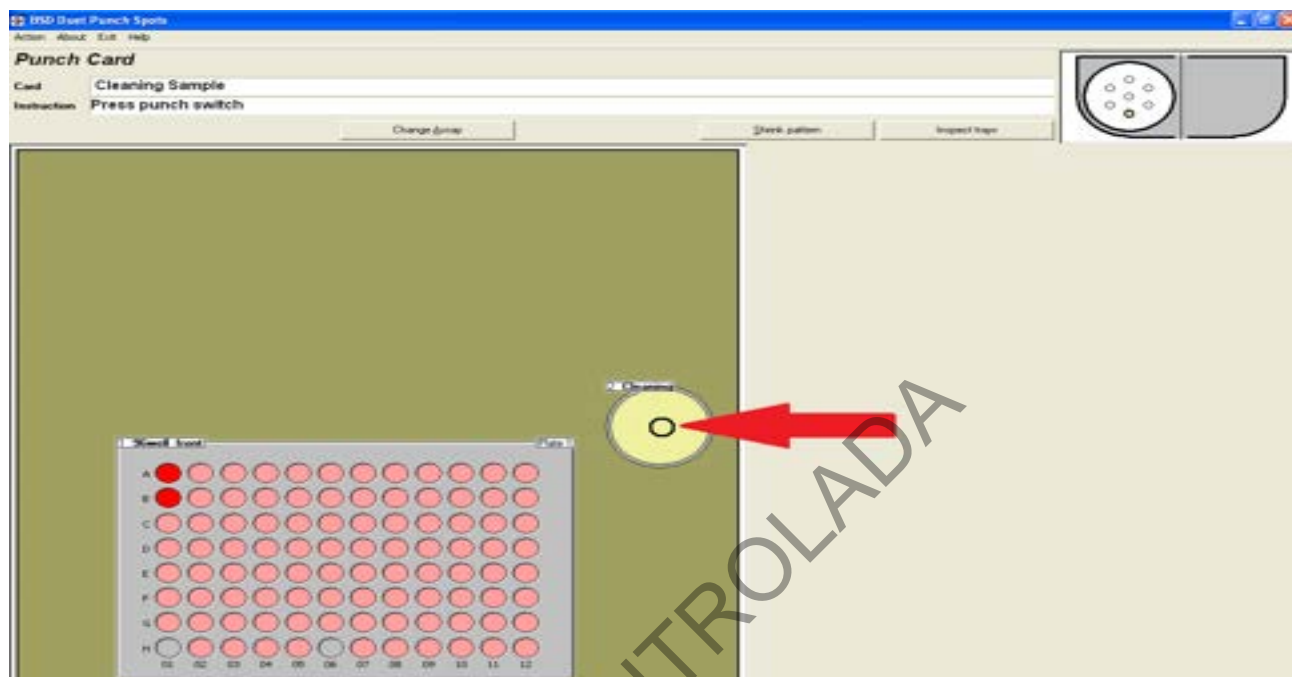

Figura 22. Pantalla de perforación de tarjeta para limpieza
7.3.6 Después del recorte de la muestra, el equipo moverá la plataforma interna hasta el reservorio para descarte de limpieza. En la pantalla se colocará un círculo negro alrededor del círculo amarillo que representa este reservorio (ver figura 22). En este momento se debe recortar una zona en blanco de la tarjeta de papel de filtro tipo FTA o similar para limpiar el perforador (ver figura 21). El papel recortado caerá en el recipiente de limpieza. El lector de código de barras no se activará hasta que este paso se haya realizado.